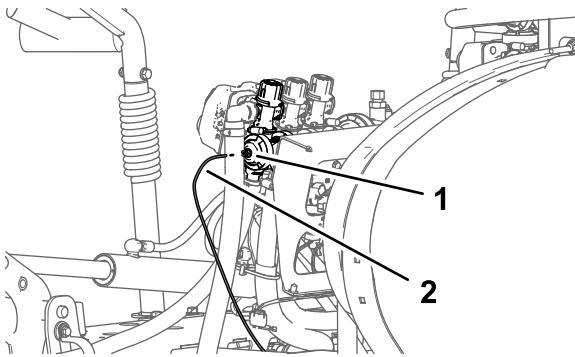

Bild 29
1. Drücken Sie den Stellring für die Schlauchkupplung in den Enddeckel des rechten Auslegerabschnittventils hinein (Bild 29).
2. Ziehen Sie den Druckmessschlauch für das Messgerät am Armaturenbrett aus der Schlauchkupplung (Bild 29).